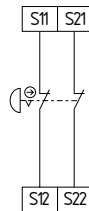

Fig. 7
**Circuit d'arrêt d'urgence à 2 canaux avec organes de commande selon ISO 13850 et IEC 60947-5-5 (Fig. 7)**